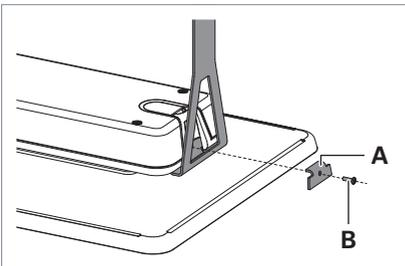

Fig. 5: Winkel an Deckenhalterung schrauben.
- ▶ Schrauben Sie den Winkel **A** mit der Schraube **B** an die Deckenhalterung, siehe Fig. 5.